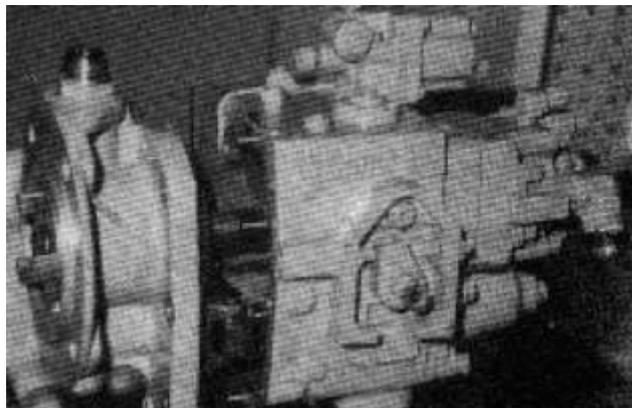

FIGURA 2.15 DESMONTAJE DE LA CUBIERTA DEL IMPULSOR DELANTERO
12. Quitar los tornillos prisioneros que sujetan la tapa frontal al alojamiento de la bomba y se debe desmontar la tapa del impulsor delantero del alojamiento de la bomba principal (figura 2.15)